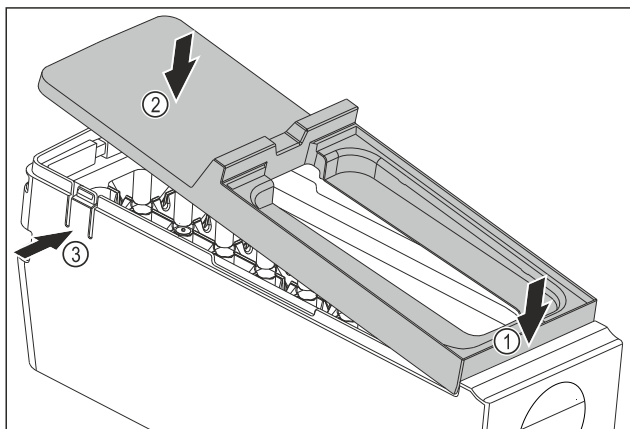

Fig. 186
- Montáž krytu korpusu EasyTwist-Ice: Nasadte kryt na přední stranu. Fig. 186 (1)
- Spusťte kryt vzadu dolů. Fig. 186 (2)
- ▷ Kryt slyšitelně zaklapne v obou lamelách Fig. 186 (3).